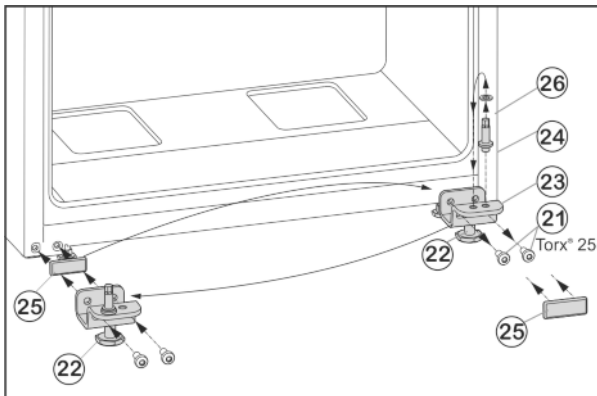

Fig. 7
- ▶ Vyskrutkujte upevňovacie skrutky Fig. 7 (21).
- ▶ Kompletnú ložiskovú konzolu dole Fig. 7 (23) odoberte spolu s ložiskovým čapom Fig. 7 (24), podložkou Fig. 7 (26) a nastaviteľnou nohou Fig. 7 (22).
- ▶ Ložiskový čap Fig. 7 (24) kompletne spolu s podložkou Fig. 7 (26) vyskrutkujte, premiestnite ho do protiahlého otvoru uloženia ložiskovej konzoly a znovu ho pevne priskrutkujte.
- ▶ Opatrne odnimmte kryt Fig. 7 (25) a premiestnite ho na opačnú stranu.
- ▶ Ložiskovú konzolu dole Fig. 7 (23) kompletne spolu s ložiskovým čapom Fig. 7 (24), podložkou Fig. 7 (26) a nastaviteľnou nohou Fig. 7 (22) znovu naskrutkujte na novú stranu závesu, príp. ju znovu pomocou akumulátorového skrutkovača **pevne utiahnite (4 Nm)**.
- ▶ Spodné dvere nasadíte zhora na ložiskový čap Fig. 7 (24).
- ▶ Vyrojte nastaviteľnú nohu Fig. 7 (22) na ložiskovej konzole dole Fig. 7 (23), pokiaľ nedosadá na podlahu.